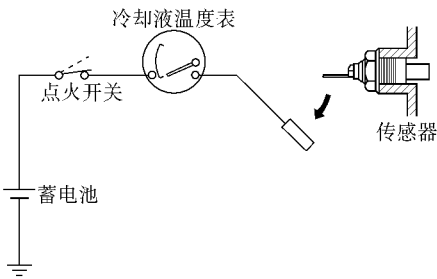

图 18-123 检查温度表指针是否指在冷的位置
1) 以传感器脱开接插件，将点火开关置于 ON 位置，检查温度表指针是否指在冷 (COOL) 的位置，如图 18-123 所示。